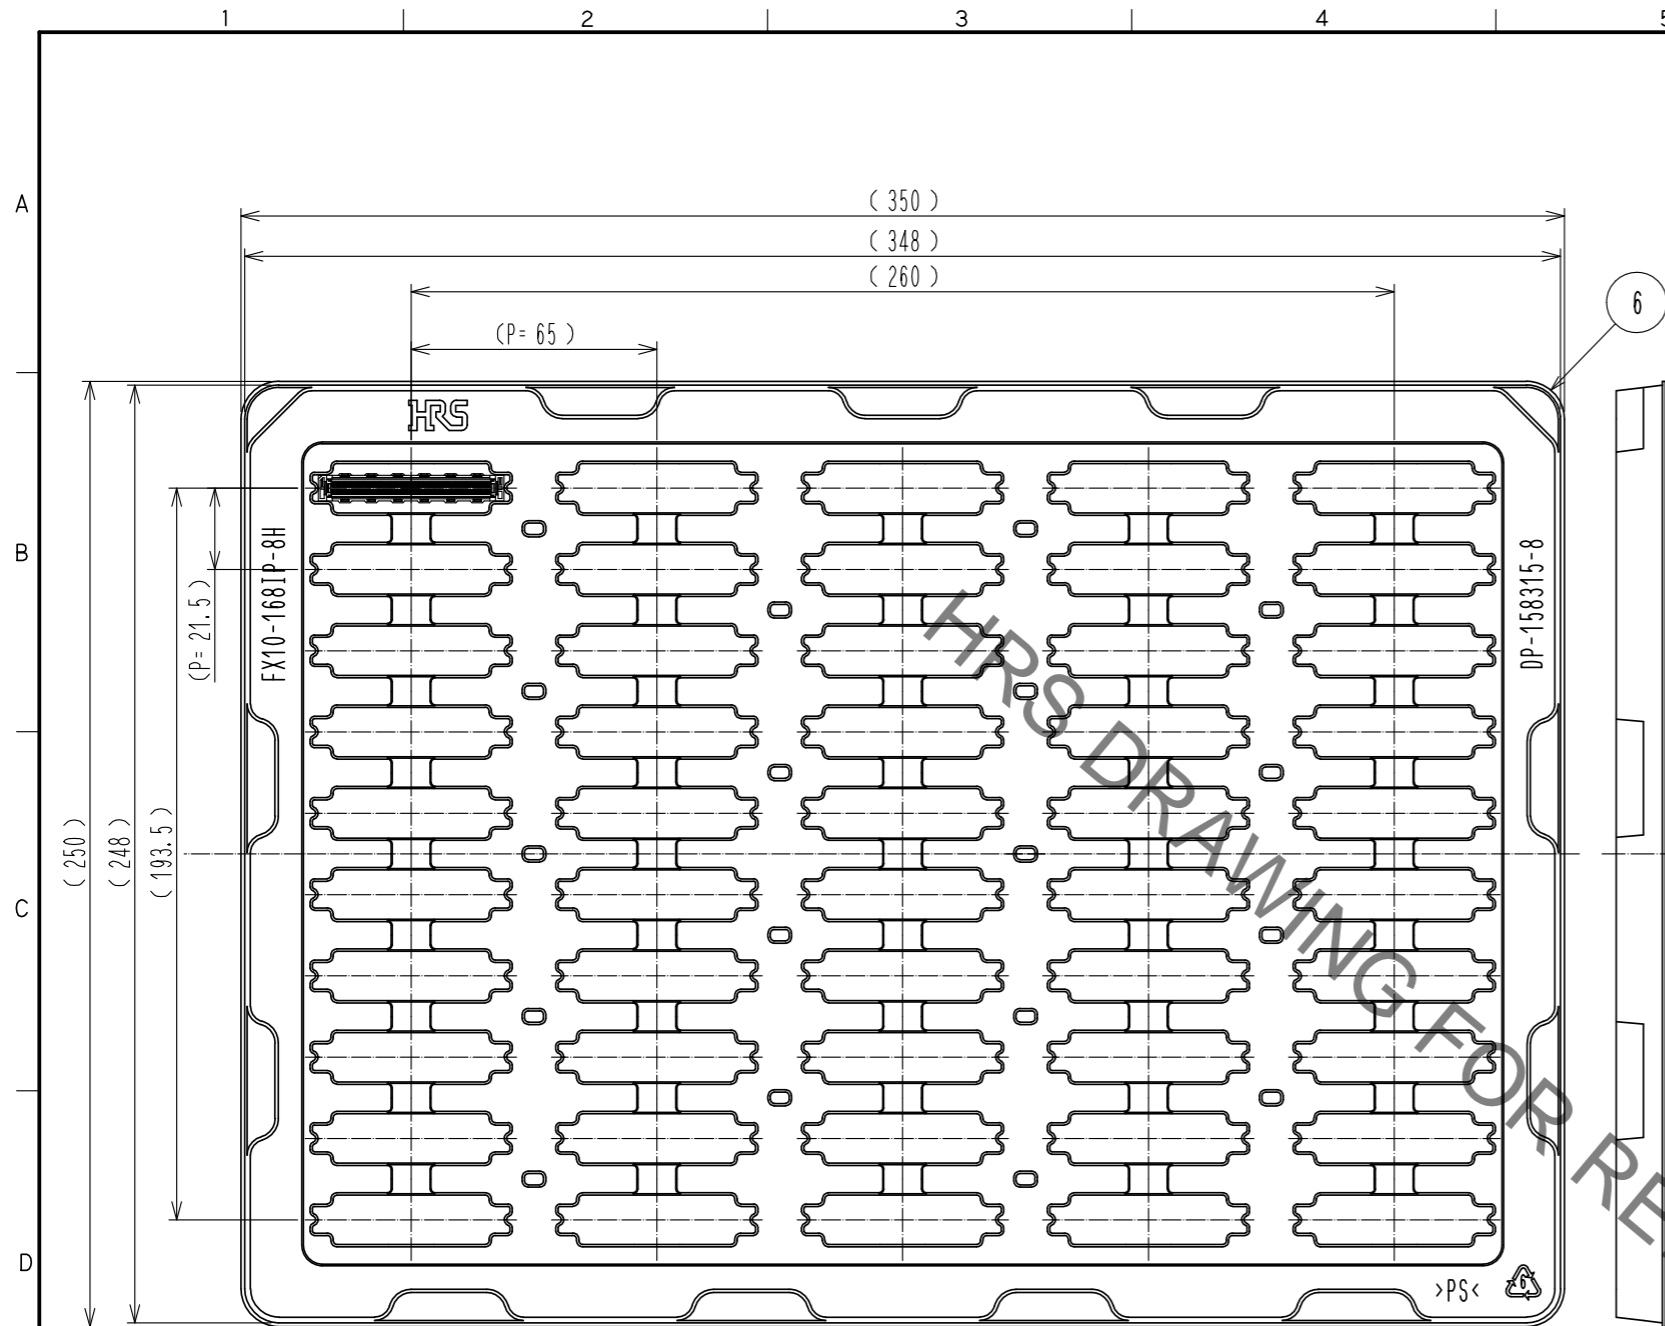

Fig. 3 梱包状態図 (1:2) ◀6
- ◀6 本製品は1ソフトトレイに50個入りとなります。詳細はFig.3を参照ください。